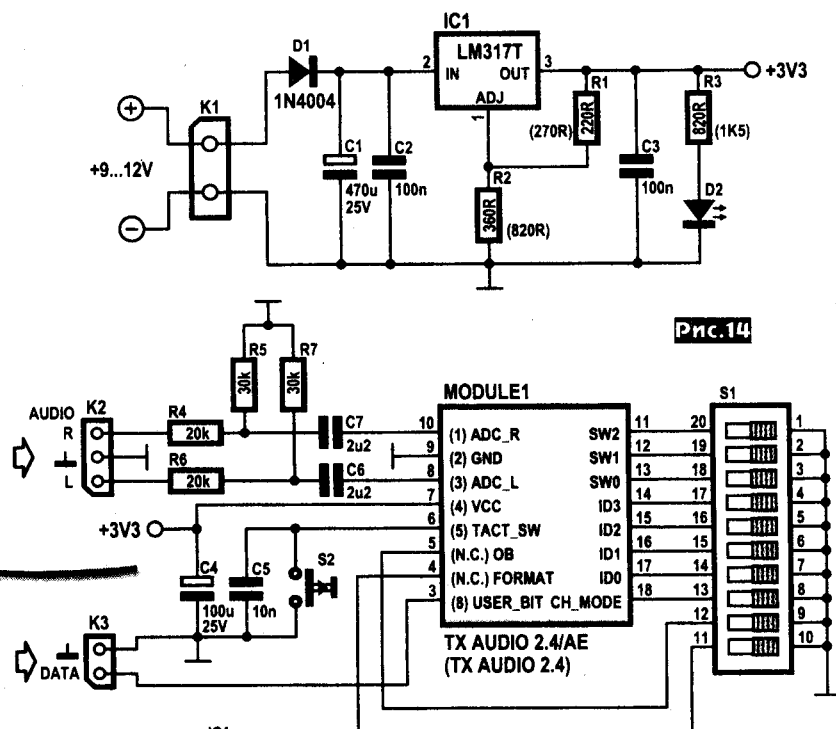

Рис.14
Приемопередатчик Христиана Тавернье предназначен для передачи на расстояние нескольких метров (в пределах жилой комнаты) аналогового стереоаудиосигнала с качеством, соответствующим требованиям Hi-Fi. Он построен на основе модулей TX-AUDIO-2,4/AE и RX-AUDIO-2,4 фирмы Aurel (<http://www.aurelwireless.com>). Схема передатчика (рис.14) предельно проста: входной аналоговый стереосигнал пода-
9...12 В через интегральный стабилизатор IC1 (рис. 14), а приемника - от двух 9-вольтовых «Крон» через интегральный стабилизатор IC1 (рис. 15). Передатчик потребляет ток 72 мА, приемник 97 мА. Параметры аудиоканалов: АЧХ 18,5 кГц, Кг=0,016%, С/Ш=82 дБ, разделение каналов 78 дБ (1 кГц) и 57 дБ (20 кГц). Максимальное напряжение на входах передатчика 1,92 В («Elektor» №12/2008, с.32-39 *).